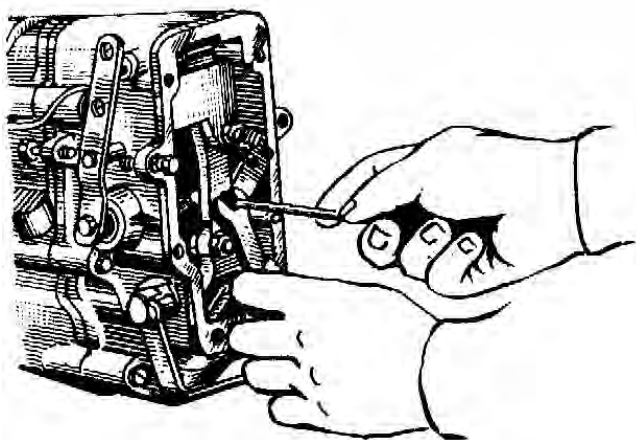

Рис. 11.30. Регулировка производительности секций насоса винтом регулировки номинальной подачи
Еще раз проверьте наличие полного выключения подачи. Если подача не выключается, уменьшите величину пусковой подачи до 220 мм³/цикл смещением поворотных втулок всех секций, затем восстановите номинальную подачу топлива, указанную в п. 6, винтом регулировки номинальной подачи (рис. 11.30). Поворотными втулками секций подрегулируйте равномерность номинальной подачи по секциям.
7. Проверьте величину пусковой подачи топлива, которая должна быть не менее 220 мм³ за цикл при 80 ± 10 об/мин кулачкового вала насоса. Подрегулировку производите регулировочным винтом **3** (рис 11.27) кулисы только в сторону увеличения подачи топлива (винт вывертывать). Проверьте и в случае необходимости отрегулируйте производительность секций насоса винтом регулировки номинальной подачи (рис. 11.30).